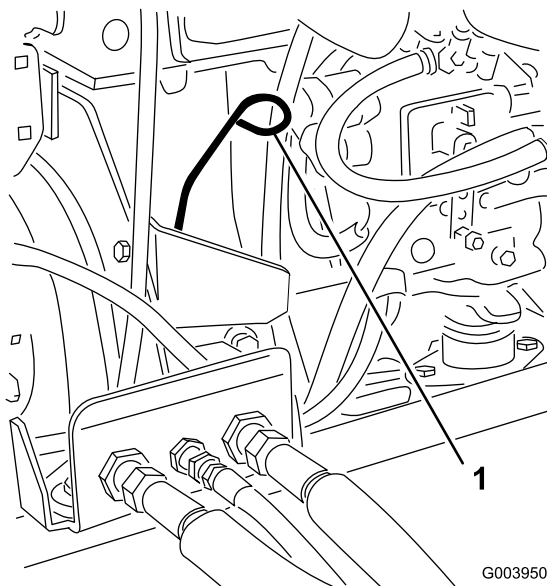

図 16
3. ディップスティックを抜き取り、付いているオイルをウェスで拭きとってもう一度差し込む（図 16）。